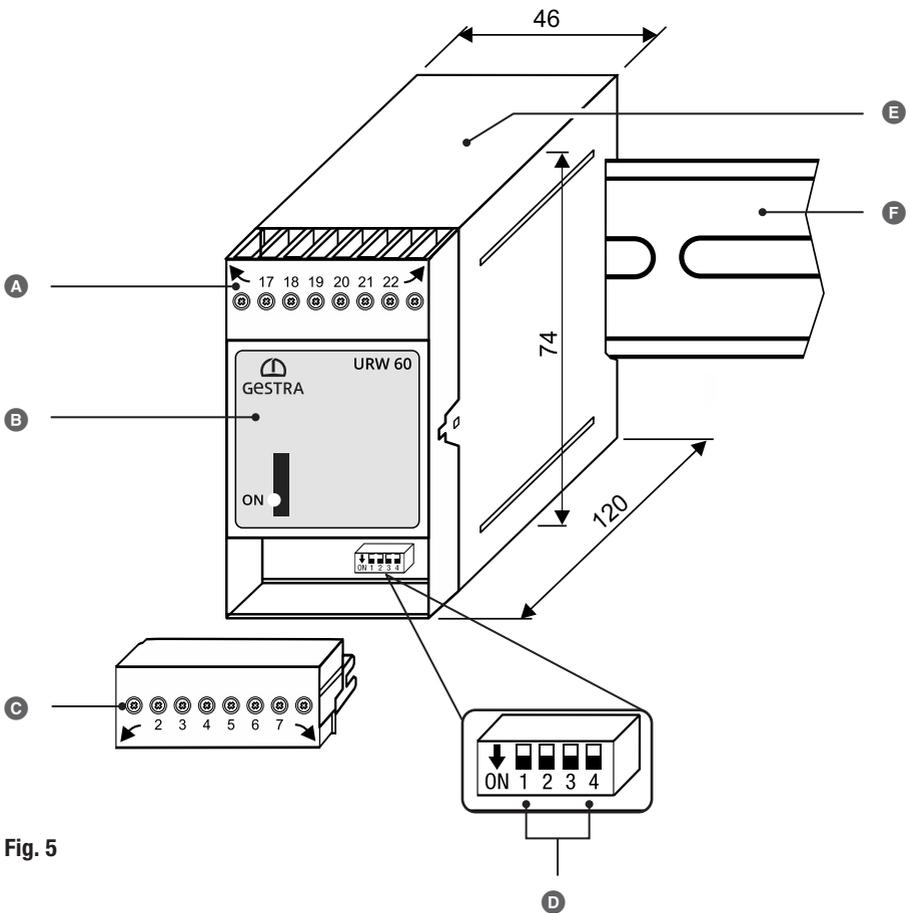

Fig. 5
Si besoin est, vous pouvez modifier à tout moment le débit en bauds et le groupe de régulateurs du convertisseur universel URW 60 sur le commutateur code  (voir **Fig. 5**).
3. Effectuer les réglages souhaités sur le commutateur code  (voir **Fig. 5**), voir page 21, **Fig. 9**.
Déterminer sur le commutateur code **Ⓢ** Fig. 5 le groupe de régulateurs et le débit en bauds du convertisseur universel.